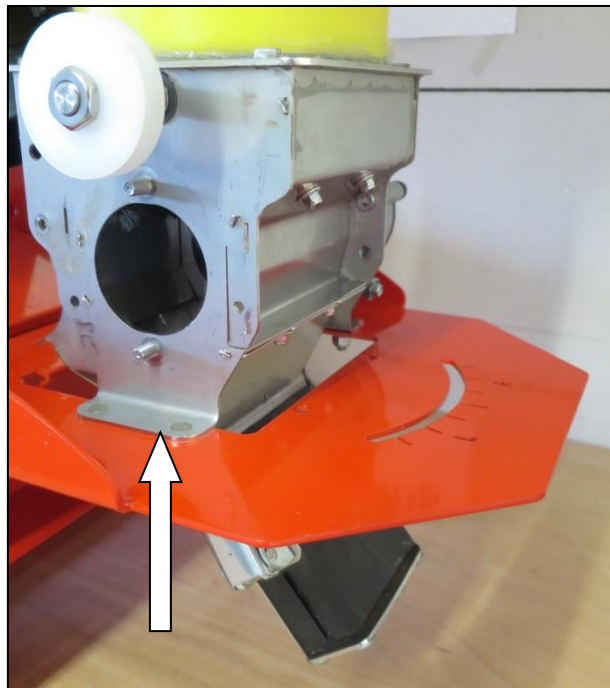

Abb.: 95
- Schieben Sie die Einheit mit dem Luftkanal und den Übergangsstücken von unten in die Dosiereinheit, wie in Abb.: 95 gekennzeichnet.